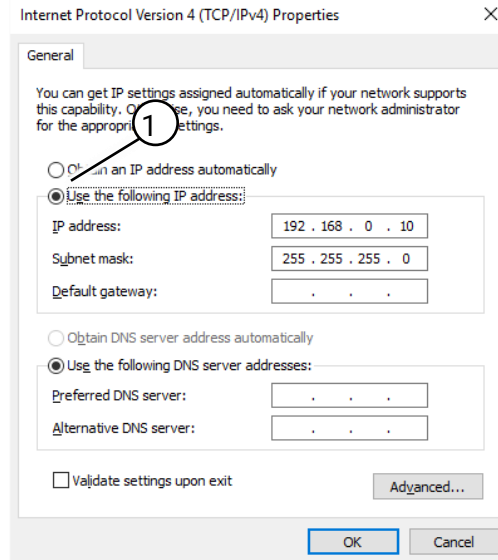

Fig. 43 IP-instellingen
5. Selecteer 'Het volgende IP-adres gebruiken' (Fig. 43 (1)). Voer dan volgende gegevens in: